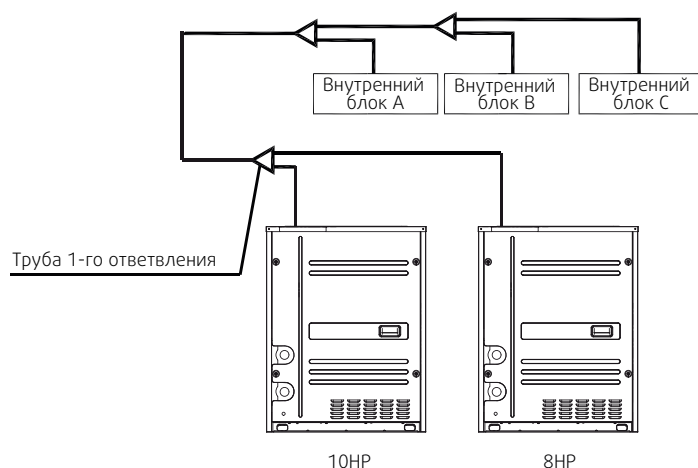

Рис. 3-7
2. Размещайте блоки в порядке убывания мощности — от большей к меньшей (см. рис. 3-7).